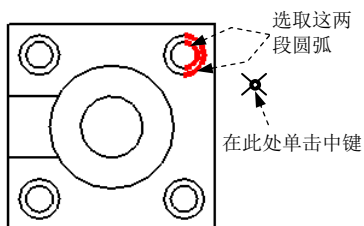

图 5.2.42 选取圆弧
- 如果按住 Ctrl 键, 在绘图区选取图 5.2.42 所示的两圆弧后, 右击, 从弹出的快捷菜单中选择  命令, 然后在图 5.2.42 所示的位置单击中键, 则尺寸显示结果如图 5.2.43 所示。